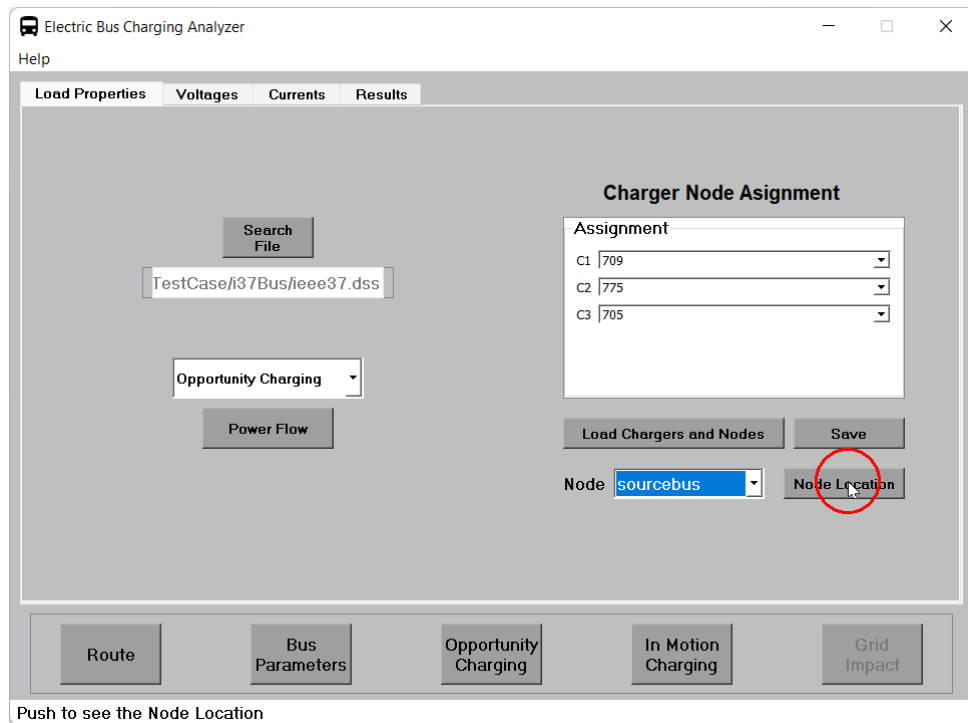
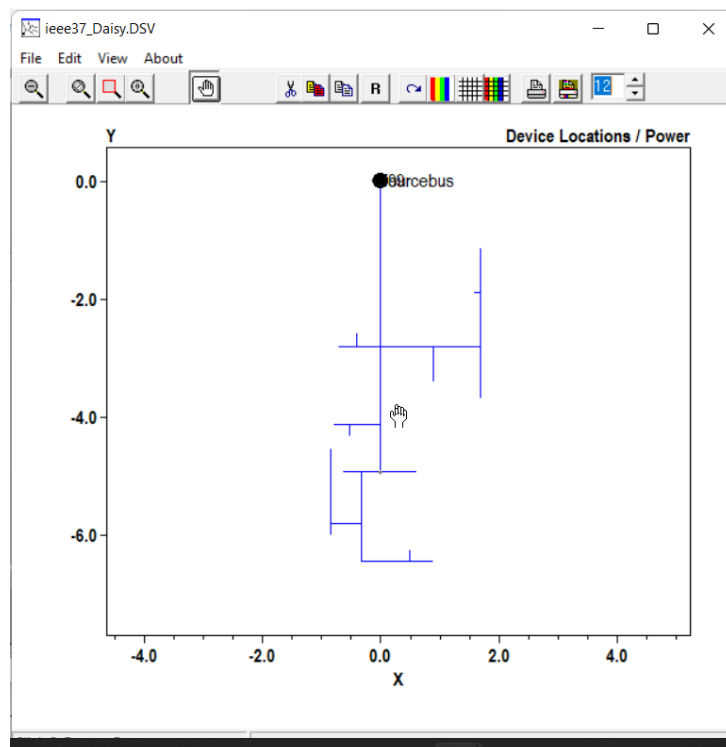

Figura 53: Localizar nodo.
Figura 54: Localización de nodo.
6. Si se desea saber la posición del nodo en el circuito, seleccionar un nodo en la barra desplegable **Node** y presionar el botón **Node Location** tal como se muestra en la figura 53 y se abrirá la ventana emergente mostrada en la figura 54.